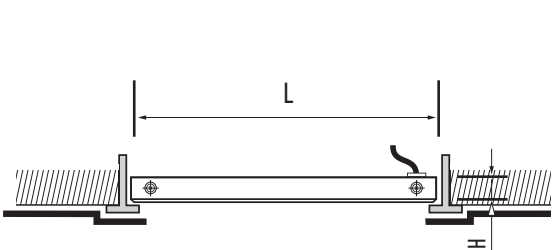
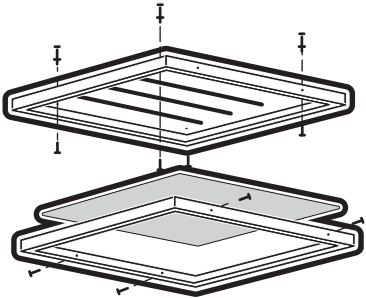

Рис. 1 Схема встраиваемого монтажа светильника PPL SPEC
Рис. 2 Схема накладного монтажа светильника PPL SPEC
- 1.7 Светильник универсальный, предназначен для накладного монтажа и монтажа в стандартные потолки типа «Армстронг» (см. рис. 1 и рис. 2).